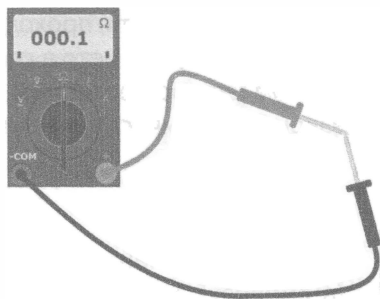

Рис. 16.6. Закоротите между собой наконечники щупов мультиметра и проверьте показание прибора; если мультиметр показывает 0 Ом, значит, он работает правильно
- 3. Вставьте оба измерительных щупа в соответствующие гнезда мультиметра, а затем прикоснитесь их наконечниками друг к другу (рис. 16.6).**